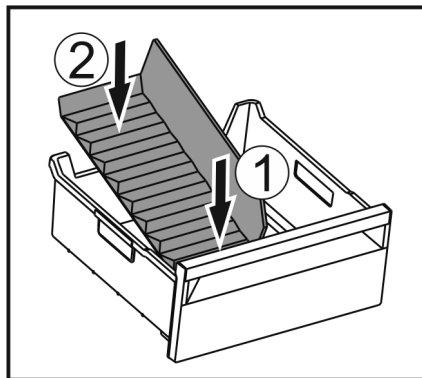

Fig. 145
- ▶ Поставете предната част на разделителя на отделението за лед. Fig. 145 (1)
- ▶ Спуснете задната част на разделителя на отделението за лед до дъното на чекмеджето. Fig. 145 (2)